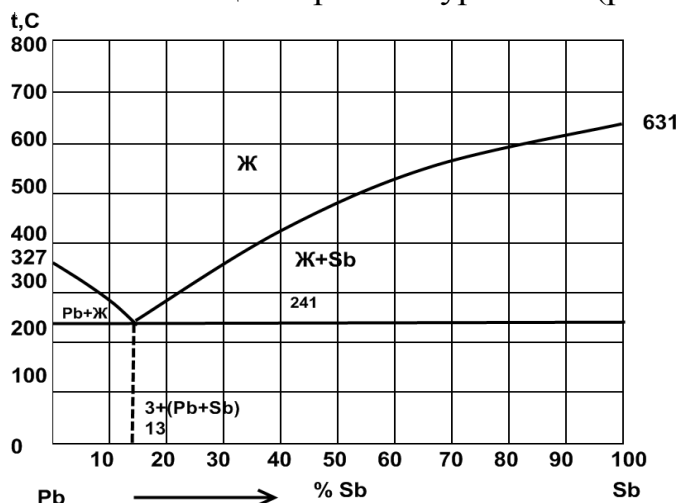

Рис. 2. Диаграмма состояния свинец – сурьма (Pb – Sb)
2.Вычертите диаграмму состояния системы свинец — сурьма. Опишите взаимодействие компонентов в жидком и твердом состояниях, укажите структурные составляющие во всех областях диаграммы состояния и объясните характер изменения свойств в данной системе с помощью правил Курнакова (рис. 2).